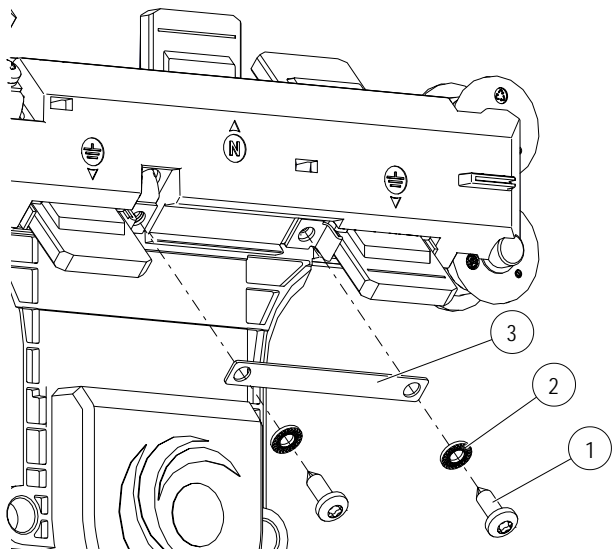

Abb. 122: Kontaktblech (Pos. 3) entfernen
- Beim PE zusätzlich das Kontaktblech (Pos. 3) entfernen (siehe Abb. 122).